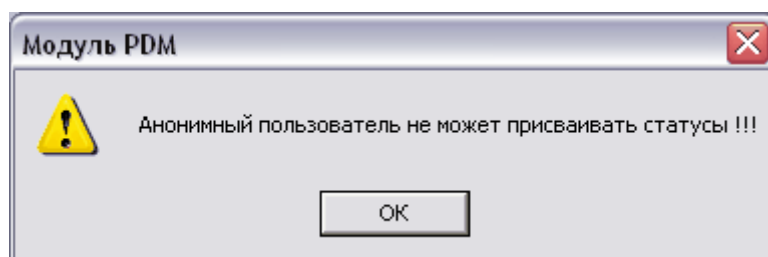

Рис. 197
- Сотрудник, присвоивший статус. Пользователь не может присвоить статус объекту, если он вошел в систему анонимно (т.е. с login-ом пользователя не связан какой-либо сотрудник). В случае анонимного сотрудника отобразится следующее сообщение (Рис. 197).